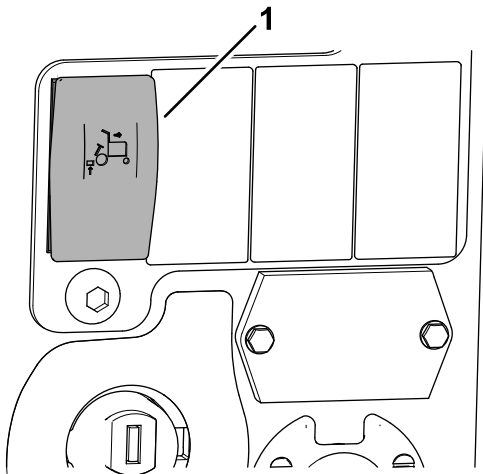

Figure 38
1. Placez l'interrupteur de limitation de levée automatique en marche arrière en position ACTIVÉE (Figure 38).
4. Pour désactiver la fonction de limitation de levée automatique en marche arrière, placez l'interrupteur en position DÉACTIVÉE (Figure 38).